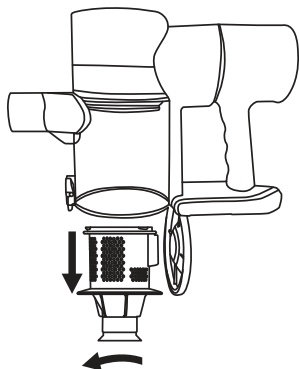

Fig. 5
2: Open de onderkant van de stofbeker en verwijder het filter door het tegen de klok in te draaien Fig. 5; verwijder de hipa (1) van het filter om het schoon te maken of te vervangen (let op: alleen afwasbare